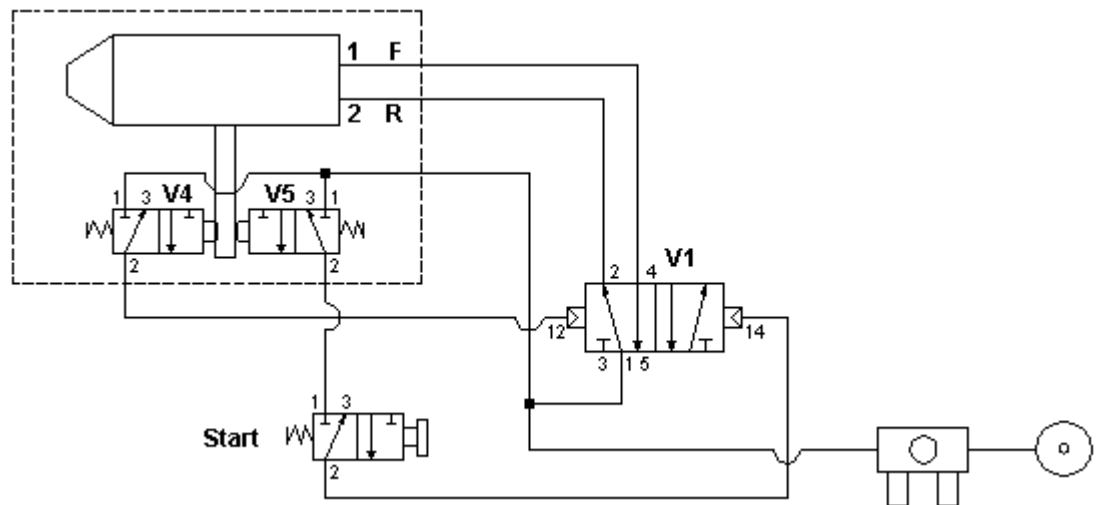

Fig. 5.
7. Levereras enheten med pneumatiska givare (väljes vid beställningen) erhålls en automatisk borroperation styrd helt pneumatiskt där ventilen (märkt Start) påverkas manuellt. Önskas en upprepad automatisk borrning, byts ventilen till en elektriskt styrd ventil, som då får signal från styrsystemet till den bearbetningsmaskin där enheten är installerad. Ventilerna V4 och V5 är pneumatiska givare vilka levereras påmonterade på enheten. Manöverventilen V1 skall vara av typen 4-vägs 2-läges. Dimensionen på ventil V1 skall vara 1/8" när ventilen användes till en enhet. Se Fig. 5.
9. Inkoppling av pneumatiska givare för avkänning av matningsspindelns läge. Enheten levereras med plastslang (längd 2 meter) med en utvärdig diameter av Ø4 mm för anslutning av givarna. Inkoppling sker enligt följande. Se Fig. 5 och 7.